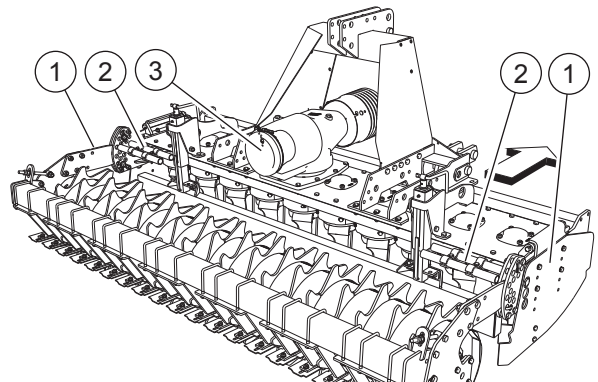

FIG. 23
- Déflecteur latéral de protection (1, "Fig. 23").
- Tuyaux de protection contre l'accès à la zone des lames (2, "Fig. 23").
- Protection de la prise de force côté arrière (3, "Fig. 23").